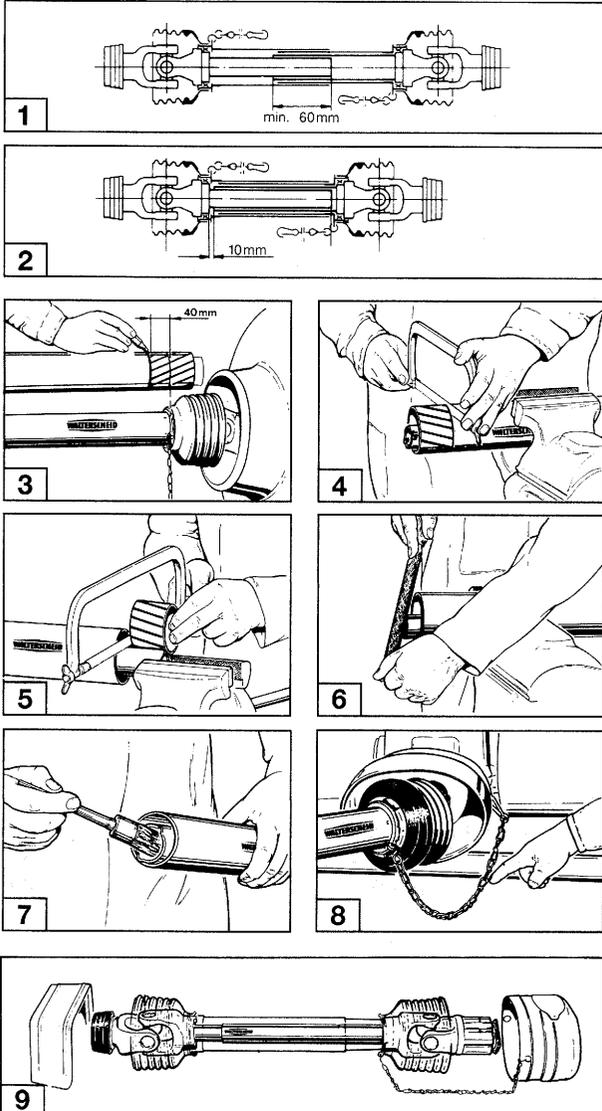

Fig. 5.2
**Gelenkwelle beim ersten Anbau entsprechend Fig. 5.2 an Schlepper anpassen. Da diese Anpassung nur für diesen einen Schleppertyp gilt, Gelenkwellenanpassung beim Schleppertypwechsel überprüfen bzw. wiederholen.**